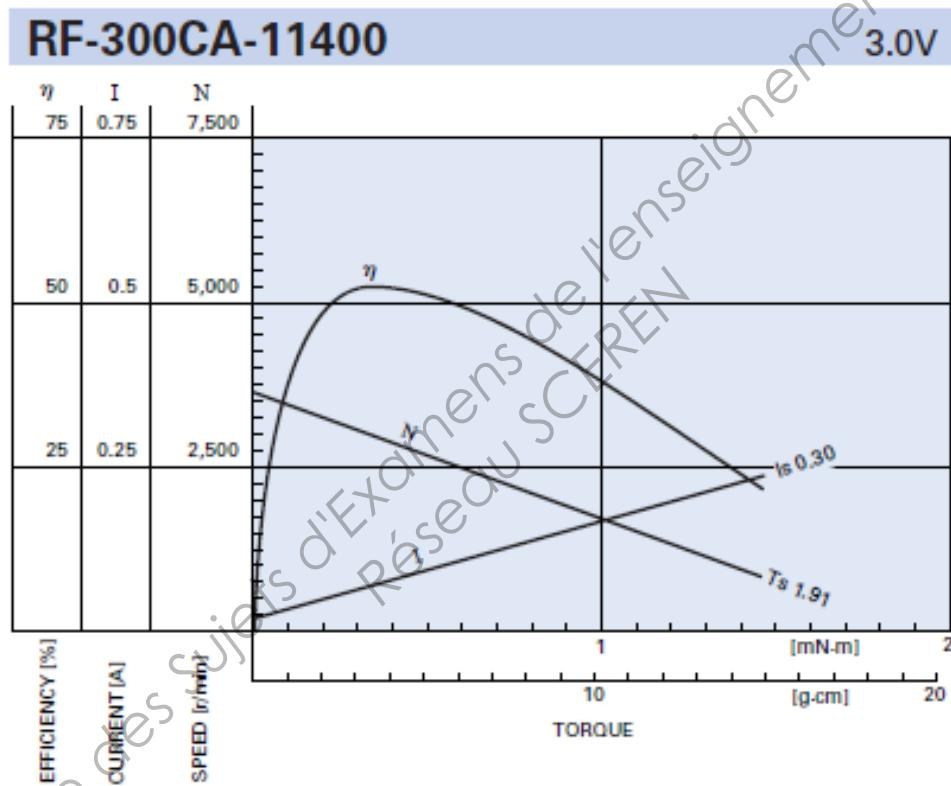

FIGURE 6
Les caractéristiques du moteur sont données figure 6 pour une tension d'alimentation de $U = 3 \text{ V}$;
À l'aide de la figure 6, on relève l'intensité du courant I_v ainsi que la vitesse N_v du moteur à vide : $I_v = 25 \text{ mA}$ et $N_v = 3625 \text{ tr} \cdot \text{min}^{-1}$.
C.2.2.1 Déterminer, à l'aide de la figure 6, la vitesse N_{ch} du moteur en charge pour $I_{ch} = 90$ mA.
C.2.2.2.3 En déduire le rendement et le comparer à celui indiqué par la figure 6.